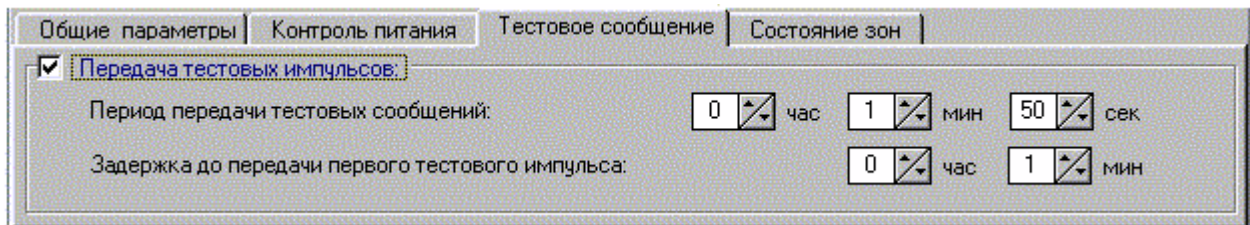

Рис. 3.16. Страница «Тестовое сообщение»
**На третьей странице «Тестовое сообщение» (рис.3.16) расположены следующие органы управления:**